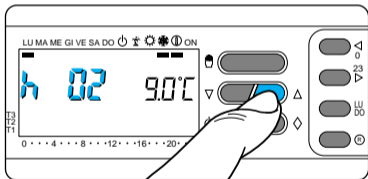

Fig. 57
10.4 - Pulse el botón ▽ o △ (fig. 57) hasta llegar al número de horas deseado (entre 1 y 99). En el cómputo de las